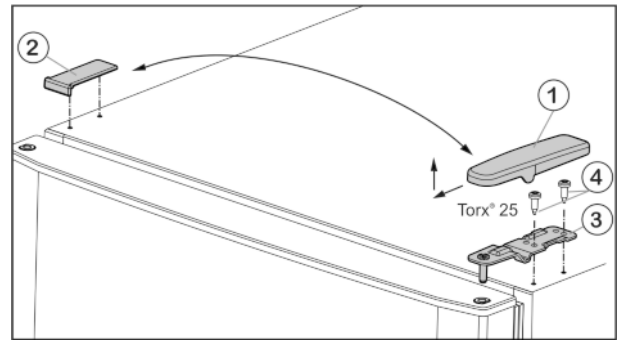
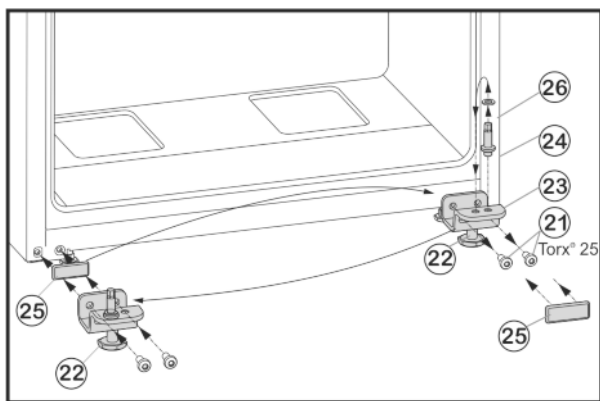

Fig. 4
Fig. 6
- ▶ Відведіть кришку Fig. 4 (1) вперед і вгору.
- ▶ Зніміть кришку Fig. 4 (2).
- ▶ Викрутіть верхній опорний кронштейн Fig. 4 (3) (2 шт. Torx® 25) Fig. 4 (4) і відведіть вгору.
- ▶ Викрутіть гвинти кріплення Fig. 6 (21).
- ▶ Зніміть нижній опорний кронштейн Fig. 6 (23) разом із гвинтом Fig. 6 (24), шайбою Fig. 6 (26) та установочною ніжкою Fig. 6 (22).
- ▶ Відкрутіть гвинт Fig. 6 (24) разом із шайбою Fig. 6 (26), переставте їх у протилежний отвір опорного кронштейна та знову закрутіть.
- ▶ Обережно зніміть кришку Fig. 6 (25) і переставте її на протилежний бік.
- ▶ Знову прикрутіть нижній опорний кронштейн Fig. 6 (23) разом із гвинтом Fig. 6 (24), шайбою Fig. 6 (26) та установочною ніжкою Fig. 6 (22) на інший бік шарніра (з моментом 4 Нм), у разі необхідності скористайтесь акумуляторним гвинтокрутом.
- ▶ Встановіть нижні дверцята згори на опорний гвинт Fig. 6 (24).
- ▶ Вставте середній опорний кронштейн (13), повернувши його на 180°, у нижні дверцята і прикрутіть за допомогою гвинтів кріплення (11)(2 шт. Torx® 25) до нового боку шарніра (з моментом 4 Нм).
- ▶ Знову встановіть пластикову шайбу (10).
- ▶ Встановіть верхні дверцята на середній опорний кронштейн (13).
- ▶ Встановіть верхній опорний кронштейн Fig. 4 (3) в дверцята на новий бік шарніра.
- ▶ Прикрутіть верхній опорний кронштейн (з моментом 4 Нм) гвинтами (2 шт. Torx® 25) Fig. 4 (4). У разі необхідності скористайтесь акумуляторним гвинтокрутом.
- ▶ Встановіть і зафіксуйте кришку Fig. 4 (1) з протилежного боку ззовні.
- ▶ Також встановіть згори і зафіксуйте кришку Fig. 4 (2) з протилежного боку.
- ▶ Викрутіть установочну ніжку Fig. 6 (22) на нижньому опорному кронштейні Fig. 6 (23), доки він не буде опиратися на підлогу.